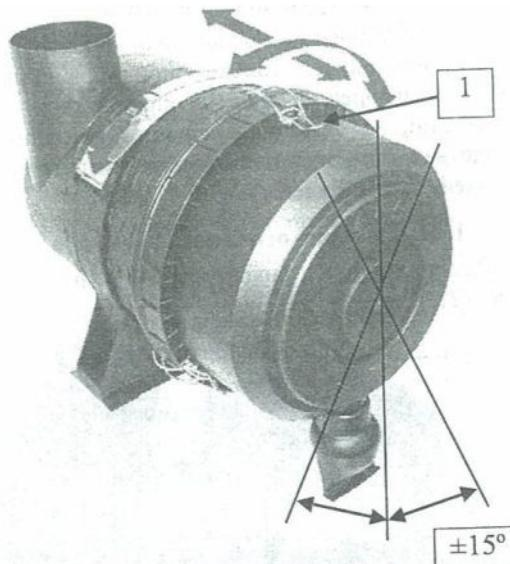

Рис. 4 Допустимые углы установки клапана удаления пыли
Наденьте крышку фильтра, при этом нужно соблюдать положение клапана удаления пыли. (Рис. 4).
Зашелкните пружинные фиксаторы (1) (Рис. 4).